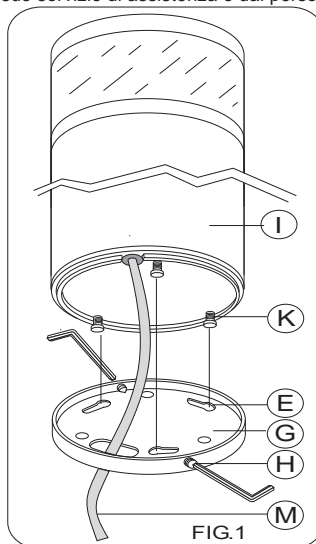

FIG.1
- Allentare i grani **H** e sfilare il corpo **I** dal piattello **G**, sfilando i perni **K**, dalle asole di bloccaggio **E** **FIG.1**
- Rimontare l'apparecchio procedendo in senso inverso allo smontaggio. **FIG.1**
- Unloose the dowels **H** and take off the body **I** from the plate **G** loosening the screws **K** from the slots **E**. **FIG.1**